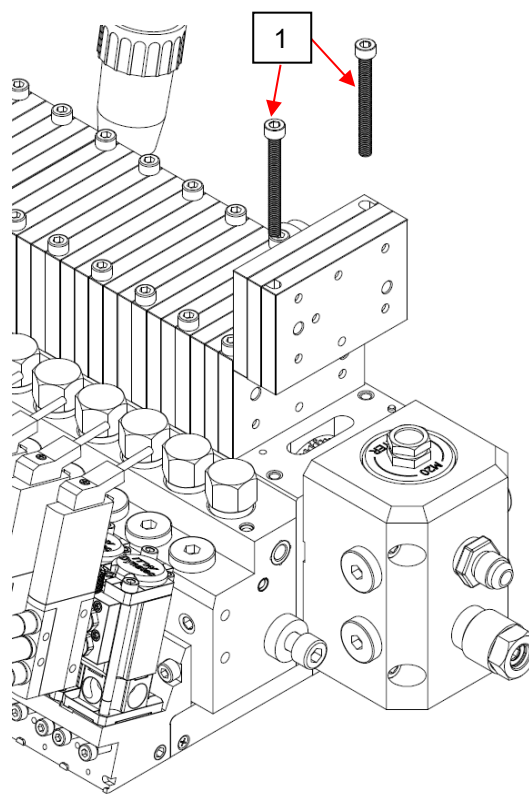

図 1
5. ポンプを固定しているネジ (1) を取り外します (図 1 参照)。
- ポンプ本体がポンプブロックの中心にきたら、ネジとワッシャーを取り付けます (図 1 参照)。